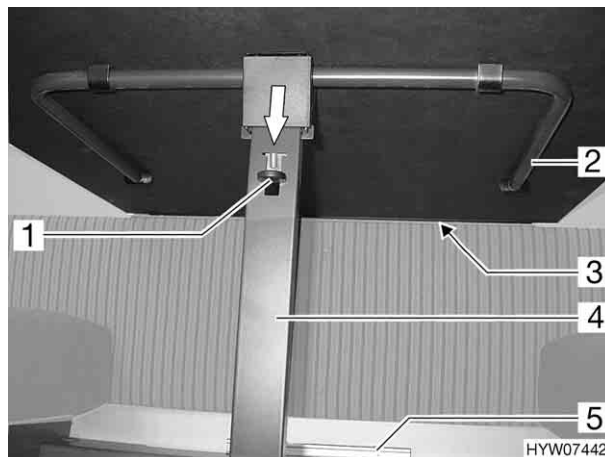

Fig. 34 Tavolo sospeso
- Spingere l'arresto (Fig. 34,1) nella direzione indicata dalla freccia e mantenerlo premuto.
- Ripiegare il piede del tavolo (Fig. 34,4). Il puntello (Fig. 34,2) nel frattempo si ribalta automaticamente.
- Sganciare il tavolo sospeso dalla sbarra di aggancio superiore (Fig. 34,3).
- Agganciare il tavolo sospeso nella sbarra di aggancio inferiore (Fig. 34,5) e fissarlo sul puntello.